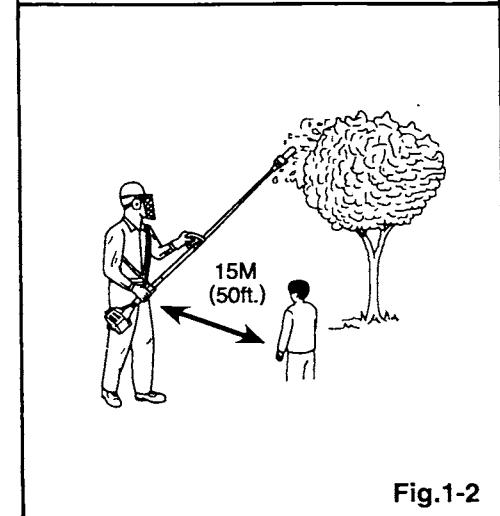

Fig.1-2
from coming nearer than 15M (50ft.) while the pole trimmer is in use. (Fig.1-2)
- Always wear head protection with full face shield to help protect against falling branches and debris. (Fig.1-2)
- Il faut avertir les spectateurs et les compagnons du danger. Il faut empêcher que les enfants et les animaux puissent venir plus proche de 15 mètres (de 50 pieds) lors de l'utilisation de l'émoindoir à perche. (Fig.1-2)
(Fig. 1-2)
- Si deve avvertire del pericolo gli spettatori ed i compagni di lavoro. Si deve impedire i bambini e gli animali di approssimarsi di meno di 15 metri (di 50 piedi) quando si fa uso del potatore a pertica. (Fig. 1-2)
- Portare sempre un protettore di testa con uno schermo di faccia integrale per assicurare la protezione contro i rami ed i detriti cadenti. (Fig. 1-2)